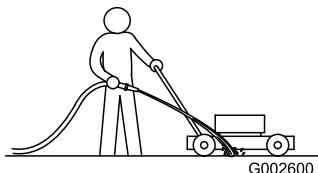

Figura 44
- Collocate il tosaerba su una superficie piana pavimentata, con il motore acceso, e spruzzate un getto d'acqua davanti alla ruota destra posteriore (Figura 44).